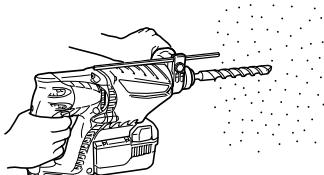

Fig. 13
- (1) Montar la broca.
- (2) Presionar el interruptor de gatillo después de poner la punta de la broca en la posición para taladrar. (Fig. 13)
- (3) No es necesario presionar con fuerza la broca. Presionar ligeramente la broca de forma que el polvo producido al taladrar salga al exterior gradualmente.
- Cuando la broca toque una barra de hierro de construcción se detendrá inmediatamente y el martillo giratorio tenderá a girar. Por lo tanto, sujetar el mango lateral y sostenerlo firmemente como se ilustra en la Fig. 13.